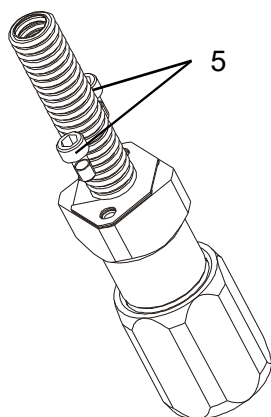

Рисунок 1
- Открутить винты (5), (рисунок 1).